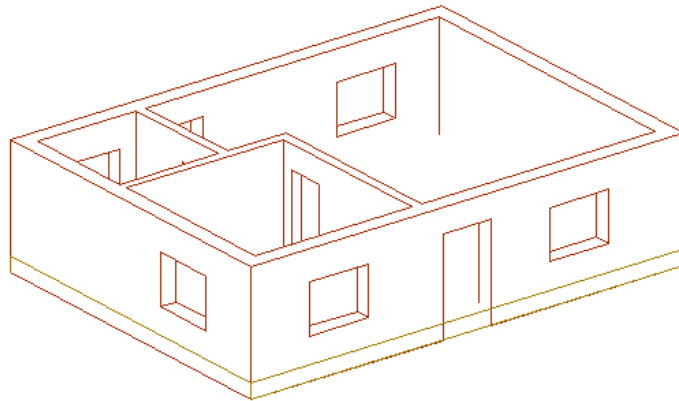

Рис. 18
3. В КС напишите *Скрыть* – *Enter* (Рис. 18)